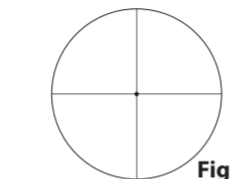
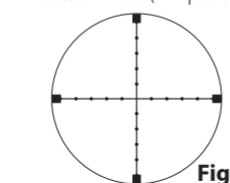

Fig. 3-3
Fig. 3-6
(1) Focalização
- 1 Olhe através da ocular com o olho afastado cerca de 10 cm (4 pol.) para ver o retículo BDC (Fig. 3-1), o retículo Duplex (Fig. 3-2), o retículo Crosshair Fino com Ponto (Fig. 3-3), o retículo Crosshair Fino (Fig. 3-4), o retículo n.º 4 (Alemão 4) (Fig. 3-5) ou o retículo Mildot (MIL padrão) (Fig. 3-6). Certifique-se de que o olho está posicionado no alinhamento correto e com um alívio de olho (distância entre o olho e a ocular) adequado, caso contrário, a visualização “escurece”.